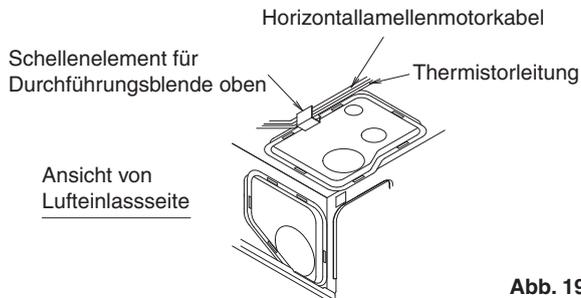

Abb. 19
- Schneiden Sie nach dem Anschließen der Leitungen die zuvor entfernte Durchlassöffnung entlang der Form der Rohrleitungen ab und führen Sie die Installation durch. Bringen Sie auch für die zuvor entfernte Durchführungsblende der Oberseite den Motor der horizontalen Lamelle und die Thermistorleitung durch die Schelle an der Durchführungsblende der Oberseite an und befestigen sie diese. **(Siehe Abb. 16 und Abb. 19)**